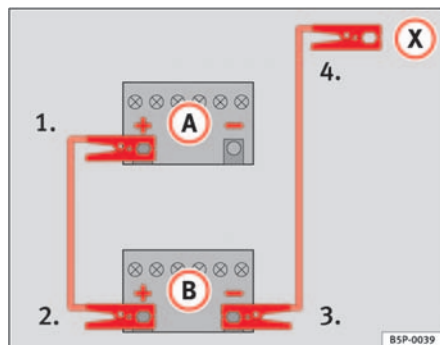

Abb. 194 Schema für das Anklemmen der Starthilfekabel
In der ⇒ Abb. 194 ist **A** die entladene Batterie und **B** die stromgebende Batterie.
- 1. Klemmen Sie ein Ende des roten Starthilfekabels an den Pluspol ⇒ Abb. 194 ⊕ des Fahrzeugs mit der entladene Batterie ⇒ ⚠.